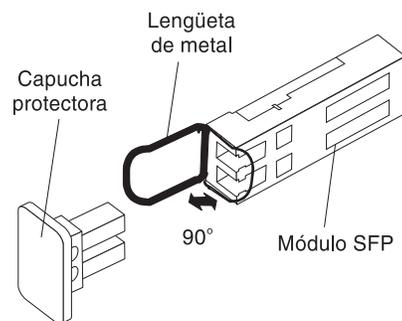

Figura 52. Desbloqueo del pestillo del módulo SFP (variedad de metal)
- Para los módulos SFP que contienen lengüetas de metal, desbloquee la lengüeta del módulo SFP tirando de la lengüeta de metal hacia el exterior, hasta formar un ángulo de 90°, tal como se muestra en la Figura 52.